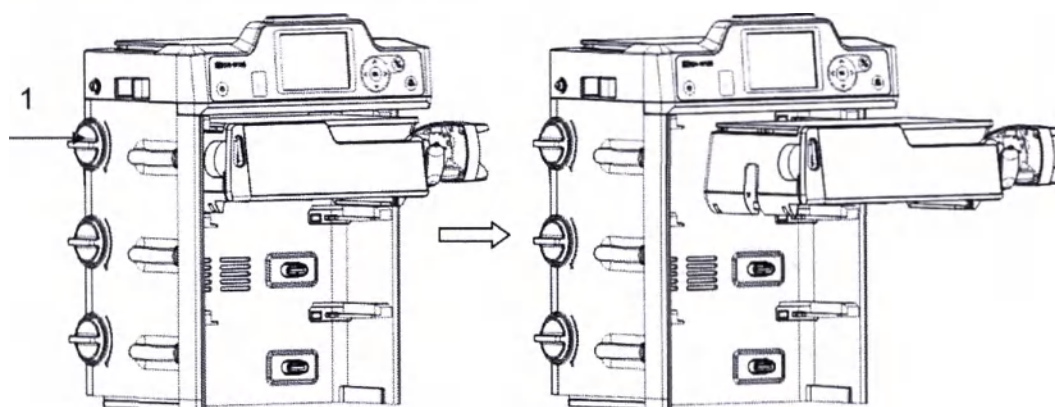

Рис. 14. Извлечение насоса из коммуникационного модуля стыковочной станции.
Для извлечения насоса из коммуникационного модуля стыковочной станции поверните ручку толкателя насоса (1) по часовой стрелке, как показано на рис. 14. Насос будет разблокирован. Далее потяните насос на себя, чтобы извлечь его из слота коммуникационного модуля стыковочной станции.